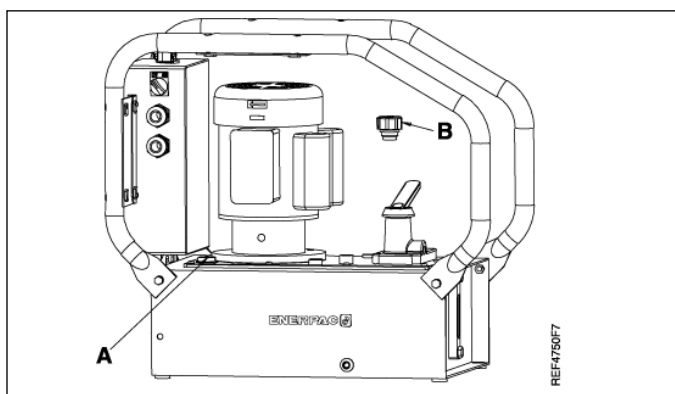

Figure 5
4.5 Bouchon de reniflard (Voir Figure 5)